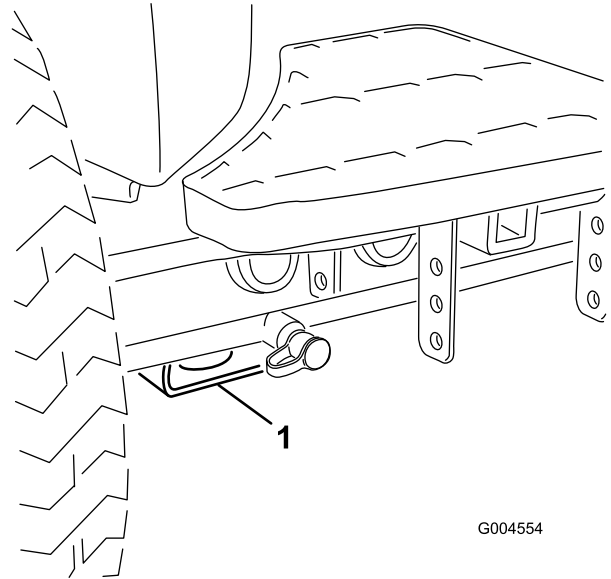

Figure 35
- Avant – patin rectangulaire sous le tube d'essieu, à l'intérieur de chaque roue avant (Figure 35).